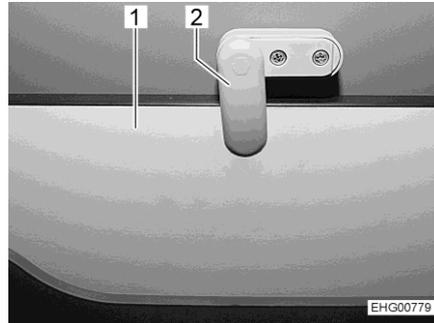

Bild 66 Arretierung
- Arretierung (Bild 66,2) lösen.
- Aufstiegstritt (Bild 66,1) aufklappen.